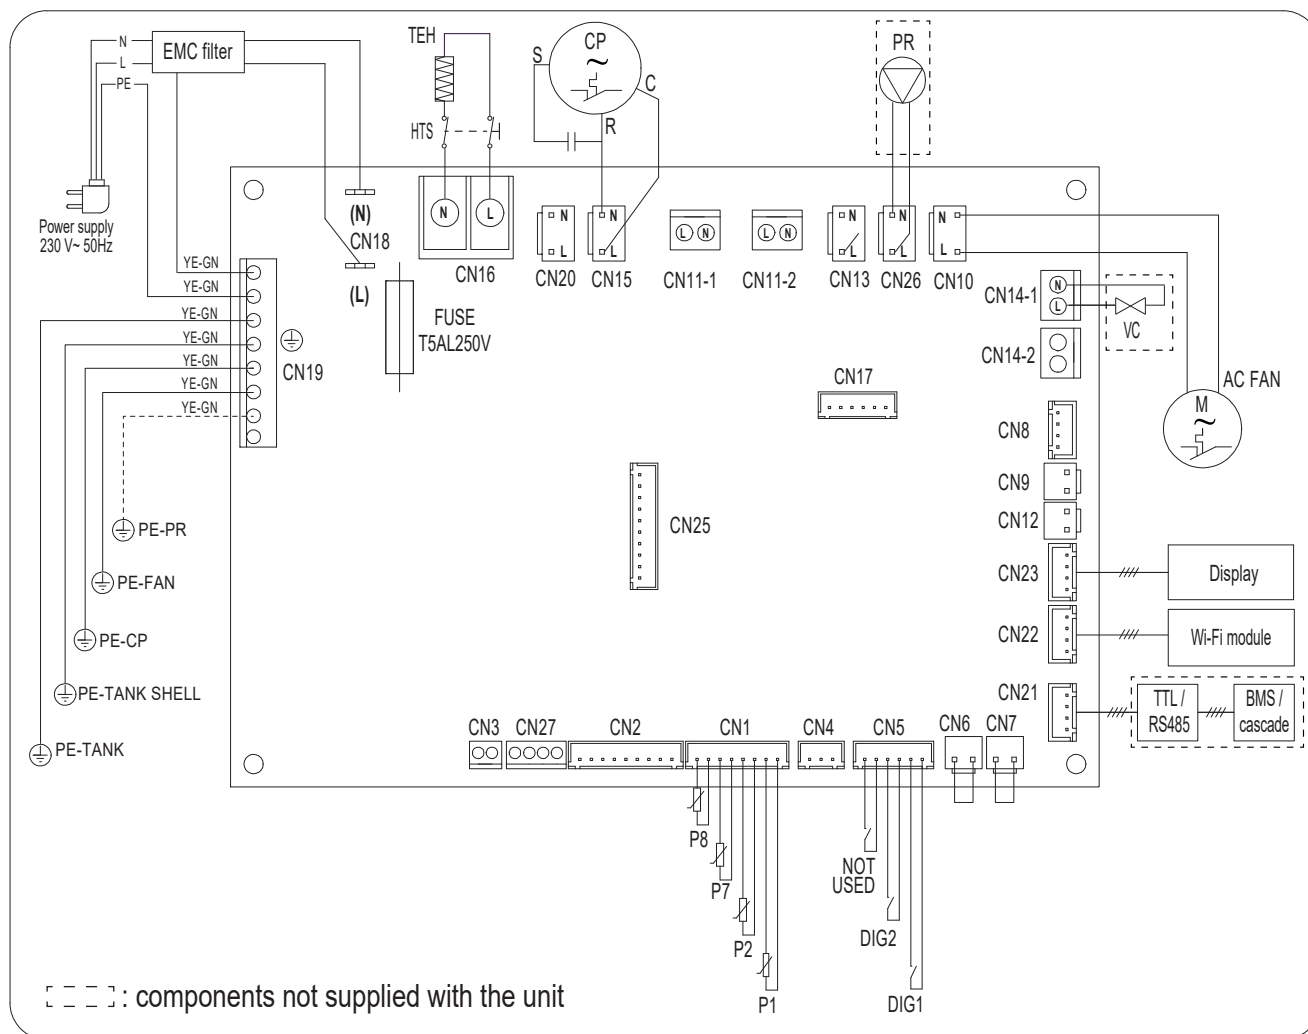

fig. 70 - Schaltplan der Ausrüstung
- 1) Die Umwälzpumpe (Teil 16) muss an die Klemme CN26 der Hauptplatine angeschlossen werden (siehe "fig. 70 - Schaltplan der Ausrüstung").
- 2) Montieren Sie für jede Einheit in der Kaskade ein normalerweise offenes Magnetventil (Teil 19). Das Ventil muss an die Klemme CN14-1 (siehe "fig. 70 - Schaltplan der Ausrüstung") der Hauptplatine jeder Einheit angeschlossen werden.